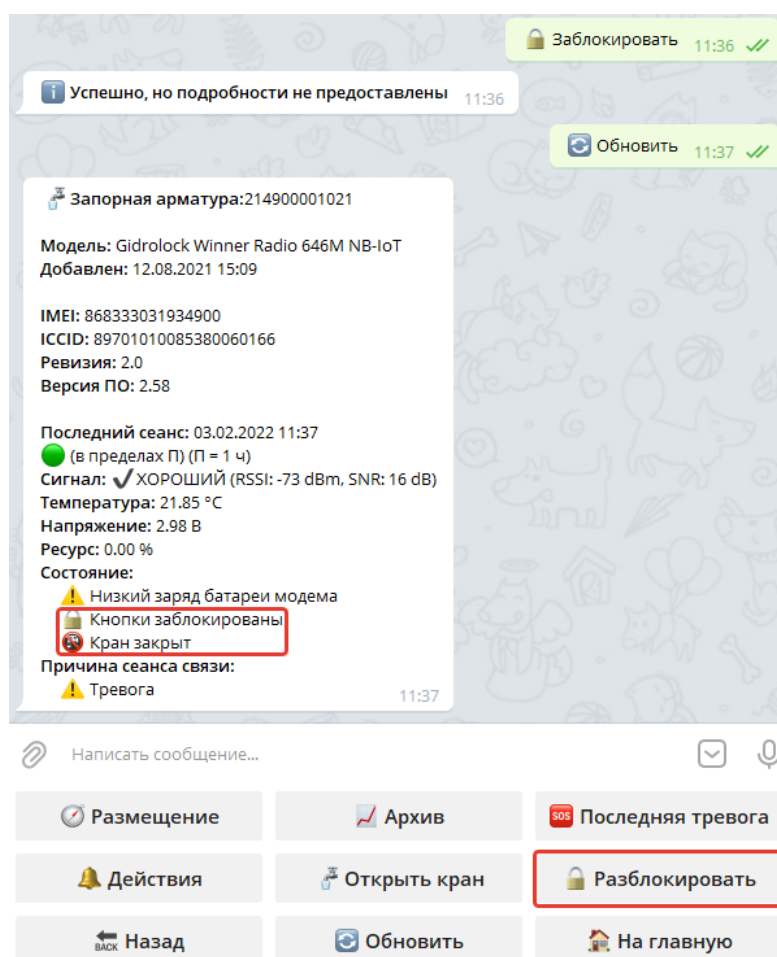

Рисунок 114 – Обращение к кнопке «*Заблокировать*» и отображение сведений о смене состояния устройства (кран закрыт и кнопки заблокированы)
–  – блокировка кнопок управления на электроприводе. В случае успешного выполнения команды кнопки на электроприводе будут заблокированы, **при этом автоматически закроется кран с электроприводом** (если ранее он был открыт), кнопка «*Блокировать*» примет вид –  (Рисунок 114).